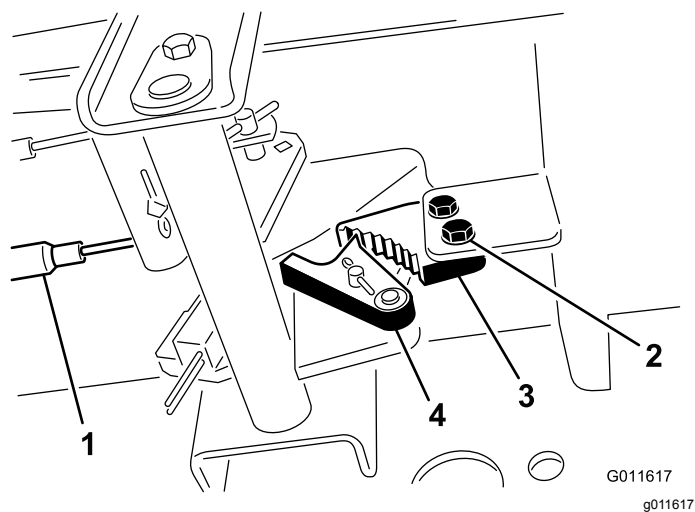

図 68
1. 駐車ブレーキのツメをフレームに固定しているネジ2本をゆるめる(図 68)。
2. ブレーキのツメが戻り止めに完全に掛かるまで駐車ブレーキペダルを前に踏み込む (図 68).